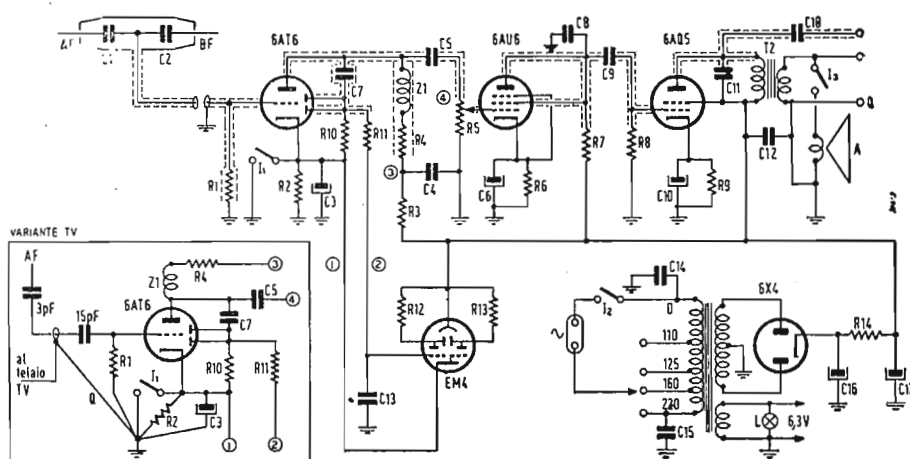

Fig. 3. - Schema elettrico del signal-tracer.
Lo schema elettrico è riportato in fig. 3; in esso si vede come la testina sia collegata alla griglia della 6AT6 mediante un cavo schermato che deve essere del tipo a bassa capacità. Se si prevede l'uso anche con televisori, come meglio verrà specificato in seguito, occorre rinunciare a schermare il tratto che collega il bocchettone del probe con R_1 e la griglia della 6AT6, disponendo i vari componenti come indicato nella variante TV. I condensatori C_1 e C_2 vanno montati all'interno della parte cilindrica di metallo e fanno capo alle punte contraddistinte AF e BF. Nel circuito catodico della prima valvola è previsto il gruppo di polarizzazione automatica $R_2 C_3$ che può essere escluso, mediante I_1 , onde ottenere la rivelazione dell'alta frequenza modulata; si noti che in tale posizione i diodi della 6AT6 vengono a trovarsi a potenziale immutato rispetto al catodo e ciò fa sì che la sensibilità dell'indicatore ottico non ne risulti modificata.
- in fig. 3 è rappresentato lo schema dell'alimentatore e dei relé per le varie commutazioni per il servizio radiantistico.